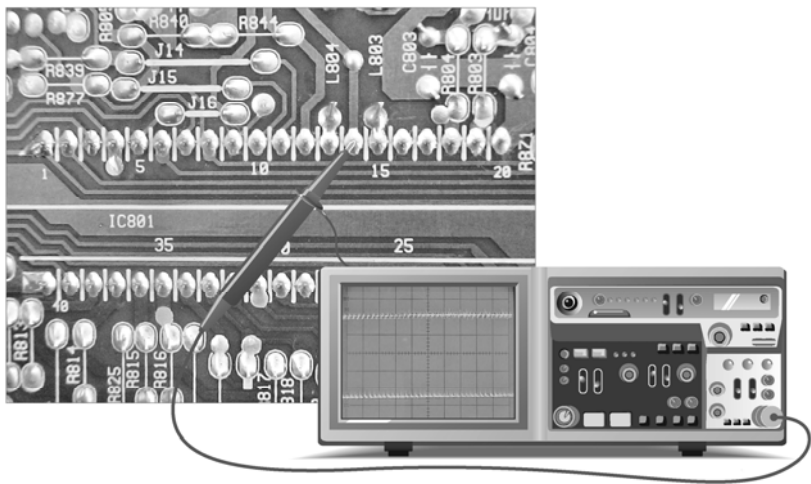

图 4-9 检测微处理器⑭脚的串行时钟信号
接着将示波器的探头放到标有 MTV112MN32 ⑭脚的焊点上,对微处理器的串行时钟信号进行检测,具体操作及信号波形如图 4-9 所示。